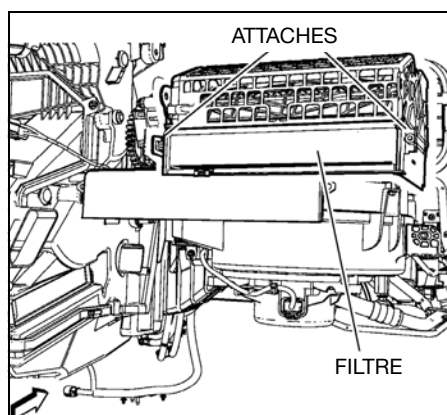

Fig. 11
5. Enlevez les attaches et retirez le filtre à air d'habitacle (voir Fig. 11).